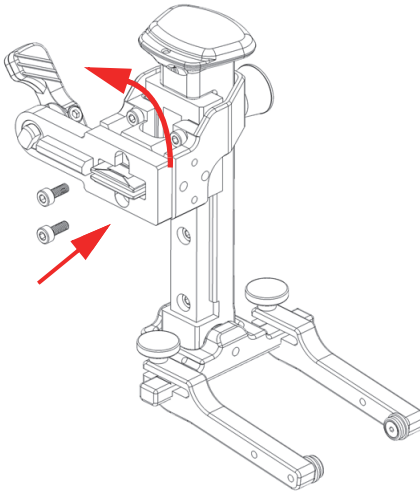

图 2-20 翻转弹簧加载臂的支架
2. 将弹簧加载臂的支架旋转180度（参见第53页的图 2-20）。
3. 重新放回两个螺钉（参见第53页的图 2-20）。